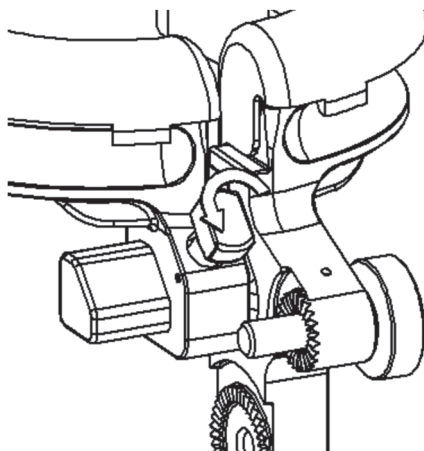

Abbildung 9
1. Drehen Sie den Einstellknopf im Gegenuhrzeigersinn, bis sich die verschiebbare hufeisenförmige Stützplatte frei verschieben lässt (Abbildung 9).